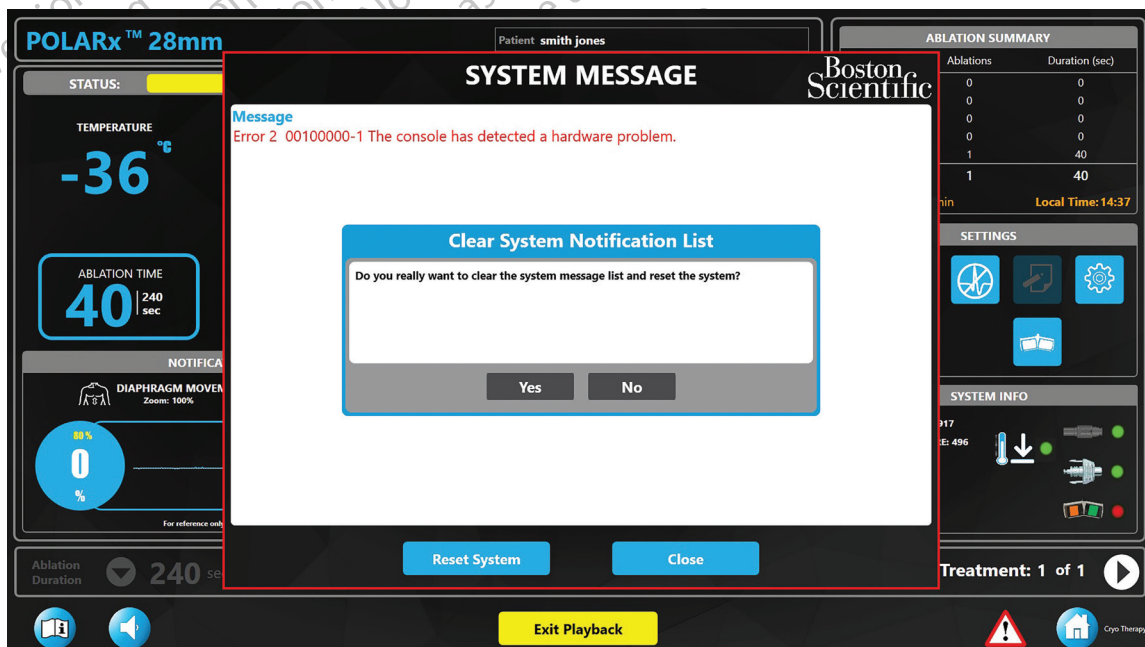

Figura 22. Ventana Borrar lista de notificaciones del sistema
- Pulse el botón **Reset System** (Restablecer sistema) para borrar todos los mensajes activos (consulte la Figura 22).